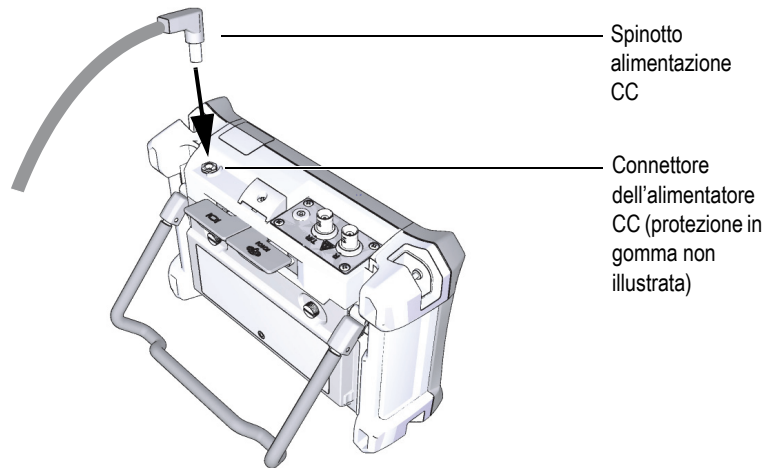

Figura 1-9 Connessione dello spinotto di alimentazione CC
3. Collegare il cavo di alimentazione CC del caricabatteria-alimentatore nel connettore dell'alimentatore (vedi Figura 1-9 a pagina 31).